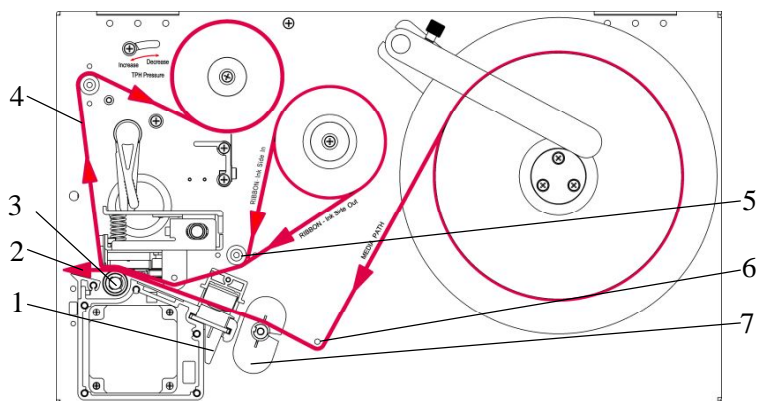

图 5
4. 如图 5 所示，根据碳带油墨面是内碳(Ink side: in)还是外碳(Ink side: out)，将碳带卷套入碳带供应轴，紧靠左端；
6. 按照图 5 所示路径将碳带从碳带导向轴下方穿过打印头模组；
4. 按照图 5 所示路径将标签从纸张导向杆下方及纸张探测器中间穿过打印头模组；